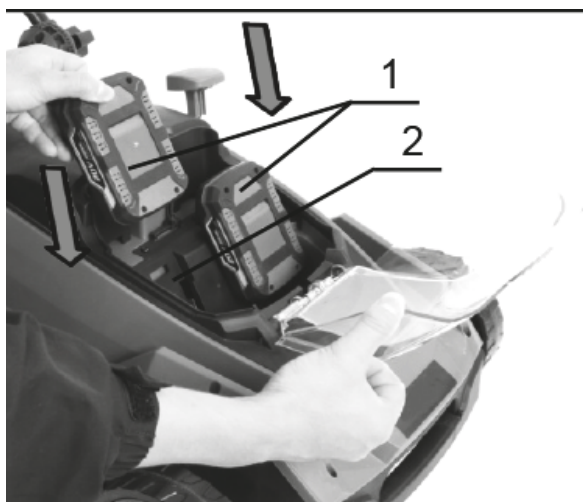

Рисунок 7. Схема встановлення АКБ
– встановити АКБ, згідно з рис. 7 у виріб із натиснутою червоною кнопкою фіксатора (1, рис. 7) та зафіксувати, відпустивши кнопку.